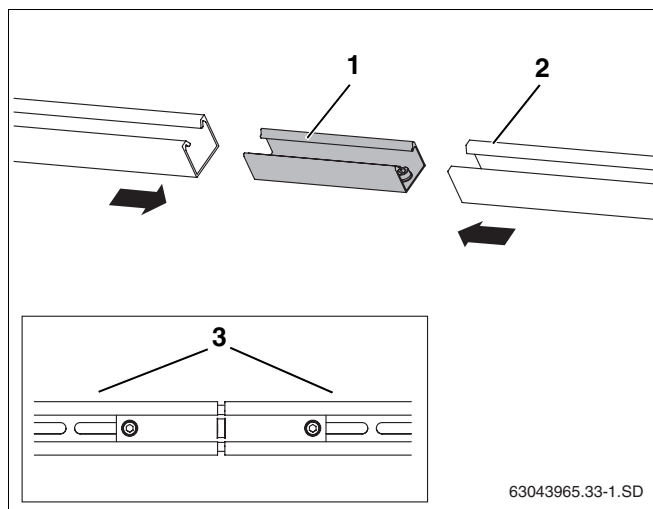

Fig. 31 Collegare le guide profilate
- Spingere il giunto ad innesto (fig. 31, **pos. 1**) fino all'arresto in entrambe le guide profilate (fig. 31, **pos. 2**).
- Per eseguire il bloccaggio, serrare le due viti senza testa con intaglio M10 premontate (fig. 31, **pos. 3**) nel giunto ad innesto servendosi della chiave SW5.